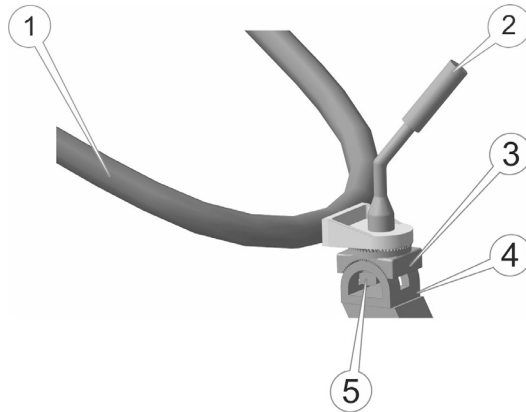

Рисунок 4 – Регулювання кута керма
8. Звільнити кермо від пакувальної плівки. Встановити регульовальну опору (3) на кронштейн кріплення керма 4 (див. рис. 4), попадаючи зубцями в зубці встановити кермо (1) на регульовальну опору (3), закріпити кермо за допомогою затискного упору (5) та затиску осі регулювання висоти та повороту керма (2). Для регулювання висоти та повороту керма необхідно послабити затиск (2), виконати регулювання керма, затягнути затиск.